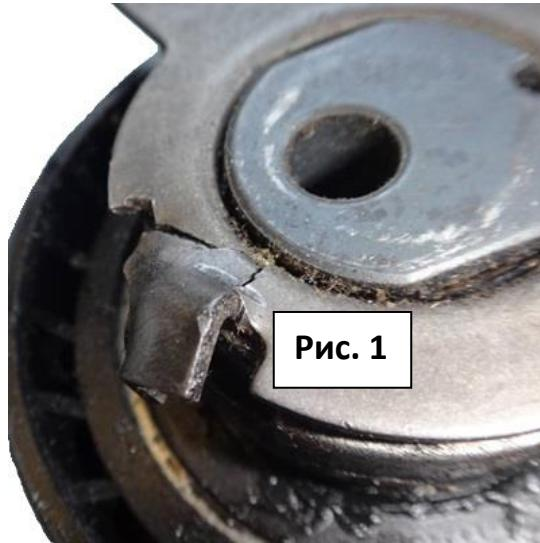

Рис. 1
Данная неисправность, как правило, возникает в случае недостаточного натяжения ремня во время его установки (признаки: износ задней части ремня, обрезанные зубья и поврежденный нижний упор ролика натяжителя (Рис. 1)). Причиной слабого натяжения в большинстве случаев является натяжение в неправильном направлении.
- Правый опорный кронштейн двигателя (Рис.1).